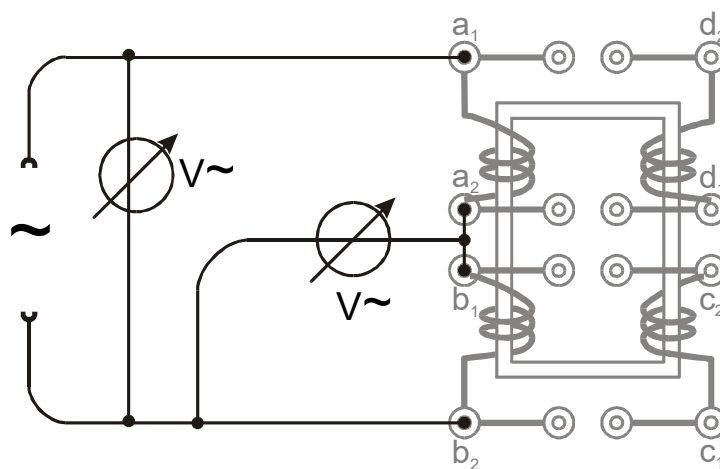

Abbildung 1.4: Schema für einen Autotransformator
- Baue den Autotransformator gemäss Abbildung 1.4 auf.